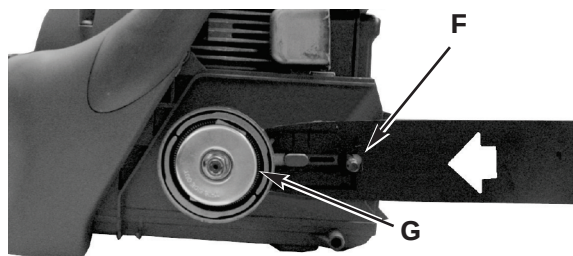

Fig. 19
3. Pour installer la barre, placez le bout avec socle de la barre guide au-dessus du boulon de barre (F). Glissez la barre guide derrière le tambour d'embrayage (G) jusqu'à ce que la barre guide s'arrête (Fig. 19).